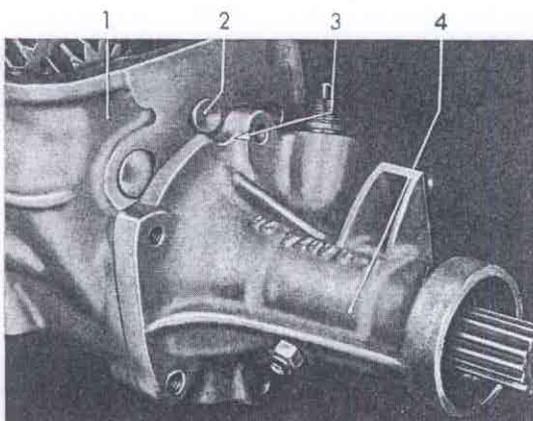

Bild 27 – Getriebegehäuseverlängerung um Hauptwelle gedreht, bis Achse für Nebenwellen-Zahnradblock freiliegt
12. Getriebegehäuseverlängerung (27/4) so weit um Hauptwelle drehen, bis Aussparung (27/3) in Getriebegehäuseverlängerung (27/4) die Achse (27/2) für Nebenwellen-Zahnradblock vollkommen freigibt (Bild 27).